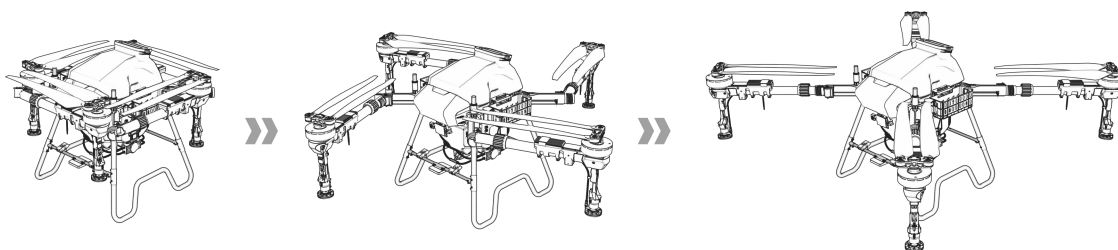

Figura 1-33 Brazo desplegado
Paso 3: Desdobra los brazos. Ver figura 1-33.